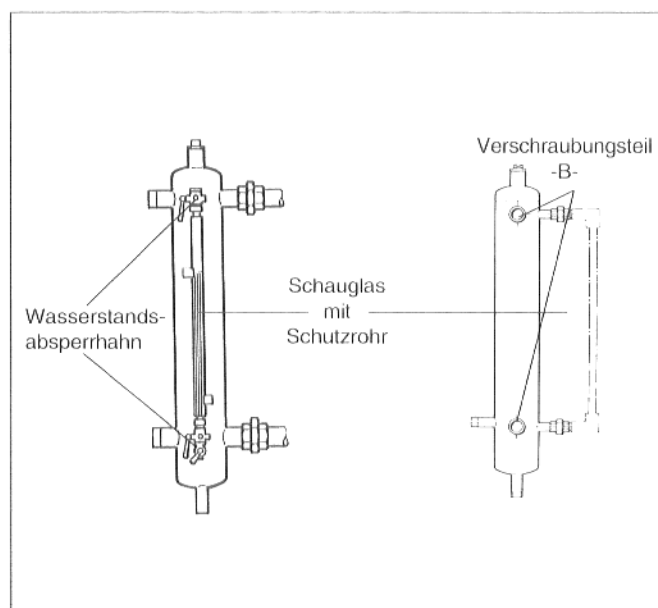

Abb. 20 Vorder- und Seitenansicht d. Dampfflasche
- **Verschraubungsteil -B-** von der Dampfflasche lösen (Abb. 20). Wasserstandsabsperrhähne in die Verschraubungsteile -B- eindichten.
- Der **Wasserstandsabsperrhahn** mit Entleerungshahn (Abb. 20) wird an dem unteren Anschluß mit der Verschraubung angebracht. Nicht vergessen, die Dichtungen in die Verschraubungen einzulegen.
Tabelle zu Abb. 20